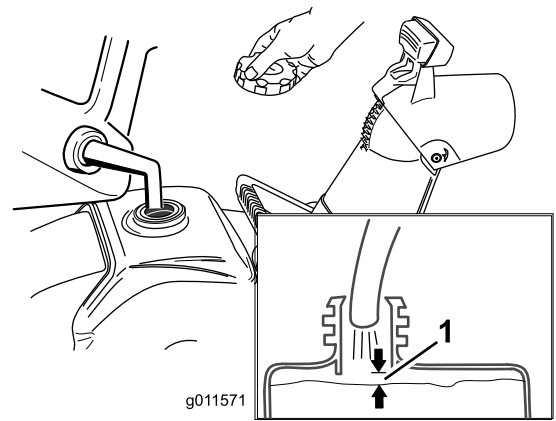

Figura13
1. Rezervorul de ulei nu trebuie umplut excesiv (consultați Figura13), iar capacul de combustibil trebuie să fie bine fixat.